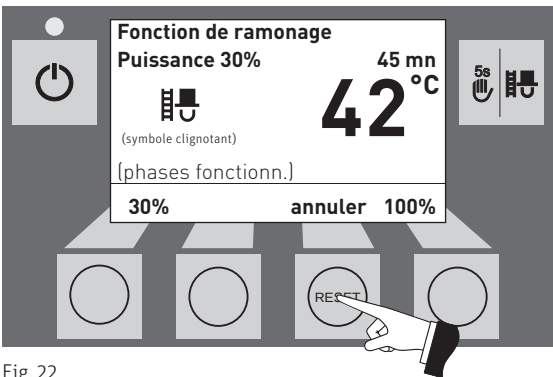

Fig. 22
- quand on appuie sur la touche **Annuler** – Fig. 22.